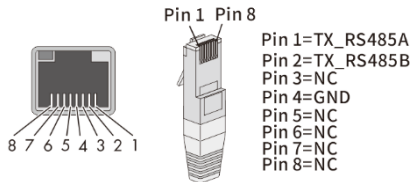

Fig. 19 : Affectation du raccord de câble
- 3 Configurer le câble de communication comme indiqué à la figure 19 (selon la norme DIN 46228-4, fournie par le client).